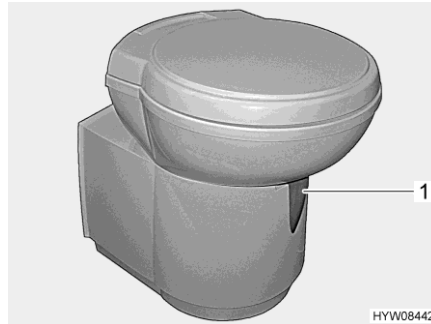

Bild 217 Thetford-Toilettenschüssel (schwenkbar)
- Vor dem Spülen den Schieber der Thetford-Toilette öffnen. Dazu den Schieberhebel (Bild 217,1) entgegen dem Uhrzeigersinn schieben.